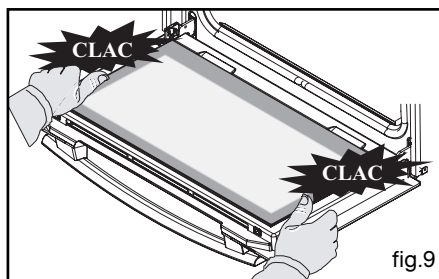

fig.9
- Clippez votre cadre en le serrant avec la porte. Ne pas appuyer sur le cadre seul. (fig.9)